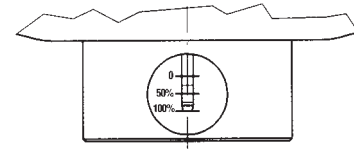

Fig. 26
- 3) Chiudere la valvola AR73 (2) in posizione 0.
- 10) Aprire la valvola AR73 in pos. 8.
- 12) Verificare che il monitor PM/819 si posizioni in completa apertura controllando la posizione dell'indicatore di corsa attraverso l'oblò (fig. 26).
- 12) Ascertain that the PM/819 monitor positions itself completely open, controlling the position of the stroke indicator through the port (fig. 26).
- 12) Am Schauglas der Hubanzeige (Fig. 26) prüfen, ob der Monitor PM/819 voll geöffnet hat.
- 3) Fermer la vanne AR73 (2) en position 0.
- 12) Vérifier que le monitor PM/819 est positionné en ouverture complète en contrôlant la position de l'indicateur de course à travers le hublot (Fig. 26).
- 3) Cerrar la válvula AR73 (2) hasta la posición 0.
- 12) Comprobar que el monitor PM/819 se posicione en completa apertura observando la posición del indicador de recorrido a través de la mirilla (fig. 26).
- 3) Fechar a válvula AR73 (2), na posição 0.
- 10) Abrir a válvula AR73, na pos. 8.
- 12) Verificar que o monitor PM/819 fica completamente aberto, controlando a posição do indicador de abertura através do visor (fig. 26).